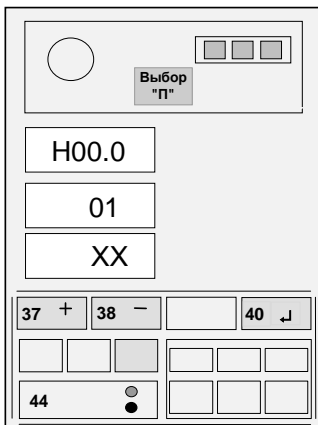

Рисунок 10
4.3.4 Нажимая кнопку **ВЫБОР П** (36), набрать (см. рисунок 10) на верхнем ИЖЦ код "**Н00**" (Индикация типа крана). При этом на средний ИЖЦ выдается код типа крана:
4.5.4 Нажимая кнопку **ВЫБОР П** (36) (см. рисунок 10), установить на верхнем ИЖЦ код "**H02**" (Индикация вылета стрелы).